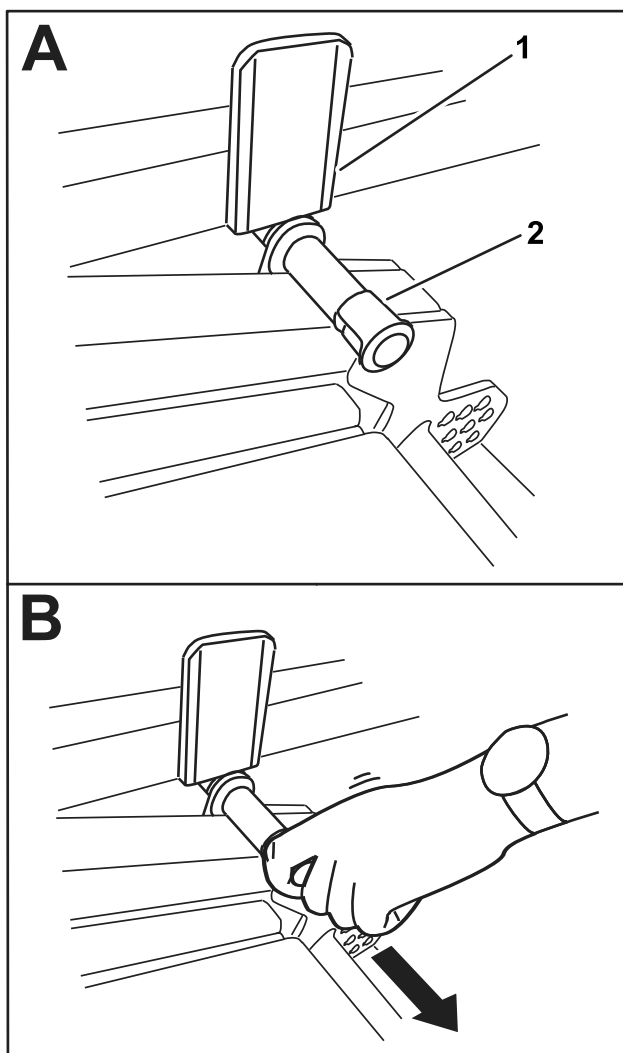

Figura 42
2. Ruotate lentamente l'apparato di taglio verso il basso sinché il perno non entra a contatto con la piastra del braccio di sollevamento (A nella Figura 42).
3. Esercitate una pressione sull'apparto di taglio con il piede, quindi estraete il perno (B nella Figura 42) per consentire all'apparato di taglio di stabilizzarsi nella posizione TRASPORTO.